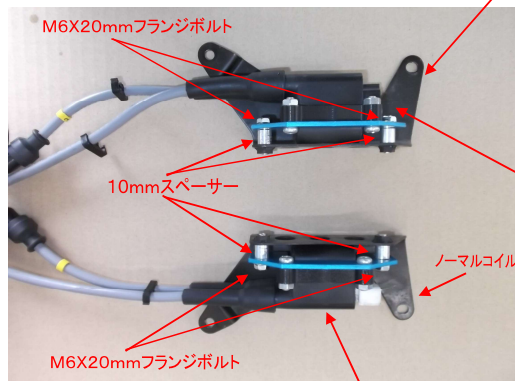

図1
- 6、シリンダーNo. に合わせコードマーカを取付ける。(図1参照)